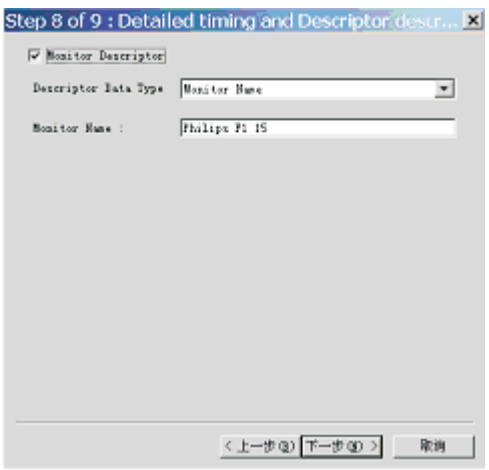

Fig. 21
7. Click Next , bring up Fig. 21.